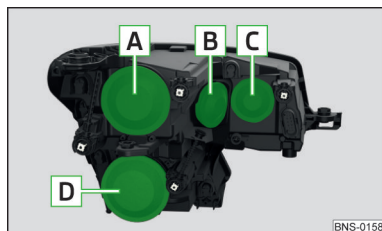

Fig. 370
### Orden de bombillas » fig. 370
- » Retirar la tapa protectora **C** » fig. 370 de la pág. 326.
- › Retirar la tapa protectora **B** » fig. 370 de la pág. 326.
- › Colocar la tapa protectora **B** » fig. 370 de la pág. 326.
- › Retirar la tapa protectora **A** » fig. 370 de la pág. 326.
- Retirar la tapa protectora **D** » fig. 370 de la pág. 326.
Retirar la tapa protectora **D** » fig. 370 de la pág. 326.